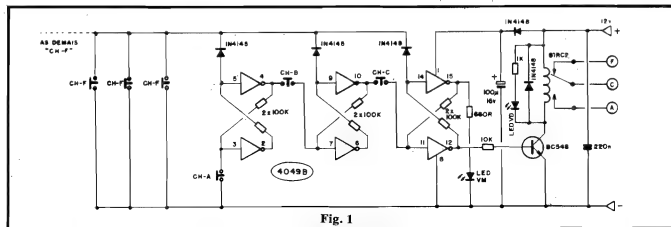

Fig. 1
O surpreendentemente simples esquema do TECODIS está na fig. 1... Com um único Integrado C.MOS 4049B (contendo 6 simples inversores) são estruturadas 3 "células de memória" (biestáveis), devidamente "enfileiradas" para determinar a sequência do código. A sequência válida é a seguinte: acionado o **push-button** CH-A o pino 4 do primeiro biestável torna-se "baixo", e **apenas assim** possibilitando que ao apertar-se o botão CH-B o segundo biestável manifeste estado "baixo" no seu pino 10, e **apenas nessa condição** permitindo que, ao pressionar-se o botão CH-C o pino 12 do último biestável fique "alto", polarizando o transistor BC548 que, por sua vez, energiza o relê, cujos contatos acionam a carga ou dispositivo acoplado ao TECODIS! Ao mesmo tempo em que (nessa **única** sequência válida...) o pino 12 do 4049B fica "alto", o pino da saída complementar do referido biestável (15) que, em **stand by** estava "alto" mantendo o LED piloto vermelho aceso, manifesta-se agora "baixo", apagando o LED vermelho. Por outro lado, o LED verde, em paralelo com a bobina do relê (que em **stand by** estava apagado), **acende**. Os dois LEDs, por-